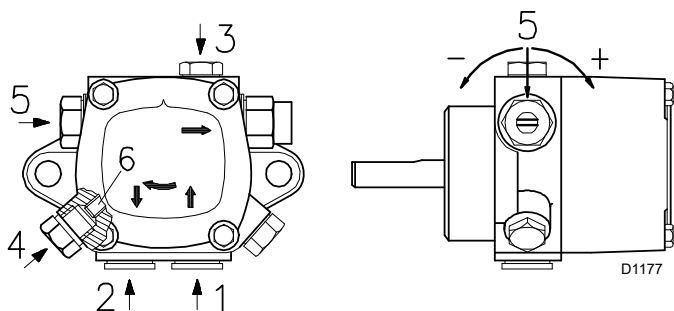
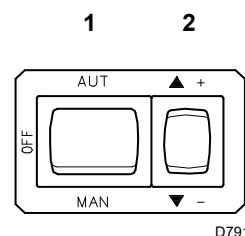

Fig. 25
Fig. 26
**Légende (Fig. 25)**
- Pour que la pompe (Fig. 25) puisse s'auto-amorcer, il est indispensable de desserrer la vis 3)(Fig. 25) de la pompe pour vider l'air contenu dans le tube d'aspiration.
- Démarrer le brûleur en fermant les dispositifs de contrôle, avec l'interrupteur 1)(Fig. 26) dans la position « MAN » et avec l'interrupteur 10)(Fig. 6) dans la position « HUILE ».
- Quand le fioul ressort par la vis 3)(Fig. 25) la pompe est amorcée. Arrêter le brûleur : interrupteur 1)(Fig. 26) en position « ÉTEINT » et visser la vis 3)(Fig. 25).